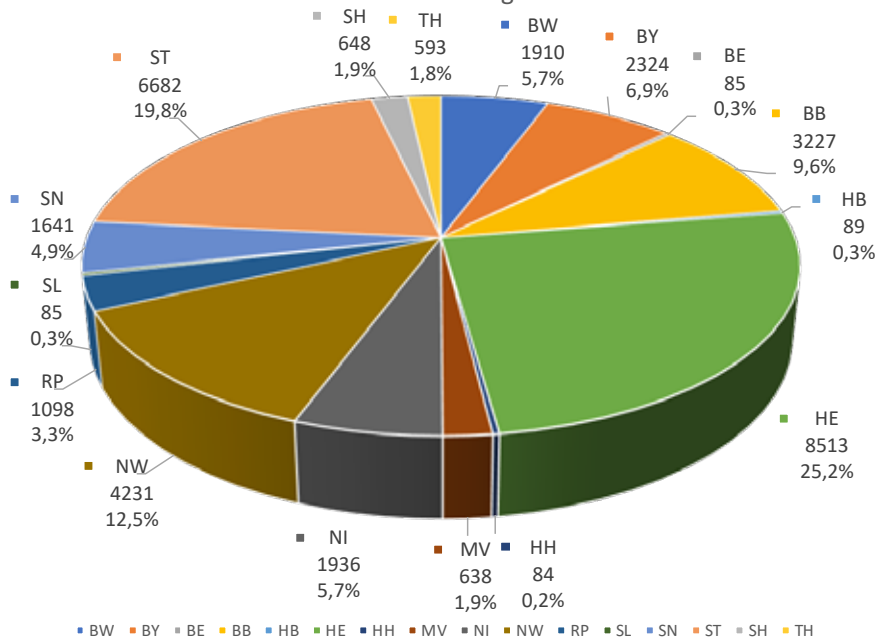

Bild 1: In jedem Bundesland kommen verschiedene Fachbedeutungen vor, hier die Anteile an der Gesamtzahl.
- ▶ Die Anzahl der Fachbedeutungen in einem Bundesland unterscheidet sich erheblich, siehe Bild 1.